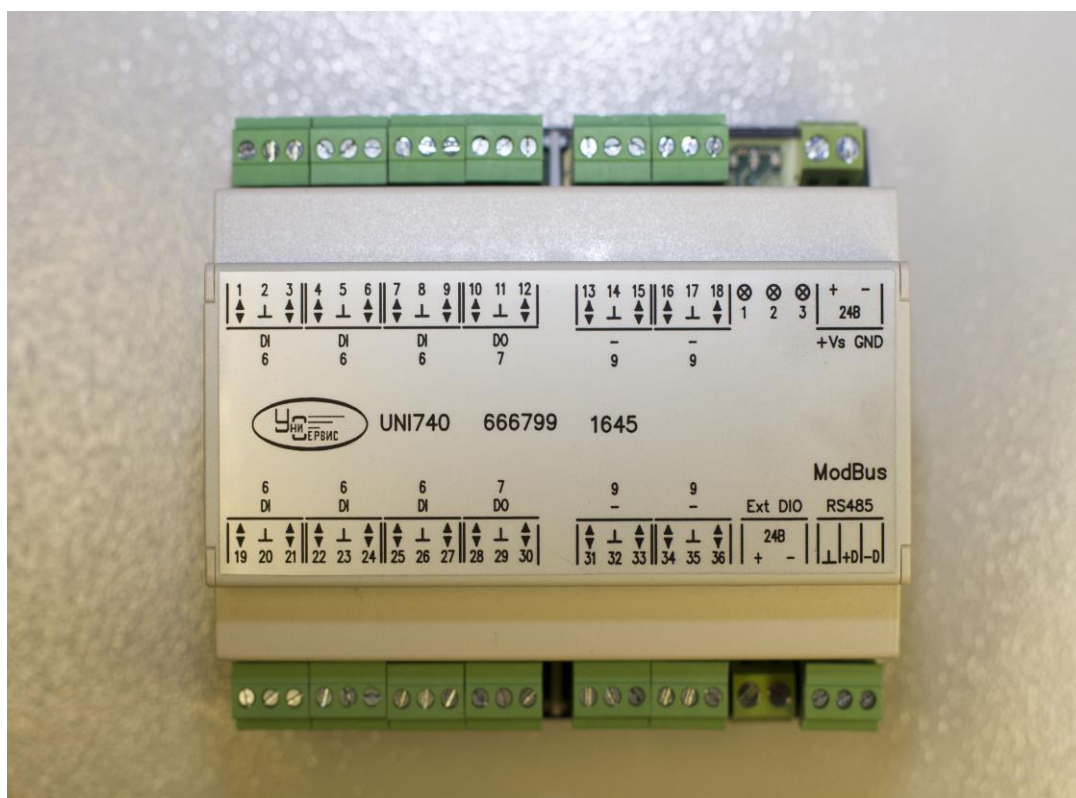

Рис. 2.1 Внешний вид модуля UNI740IO
- 2.1 Модули UNI740IO (внешний вид - см.рис. 2.1) применяются в системах удаленного сбора данных, автоматического управления и мониторинга состояния технологического инженерного оборудования, работающего в различных условиях эксплуатации. Однако модуль спроектирован специально для использования в жестких условиях эксплуатации.